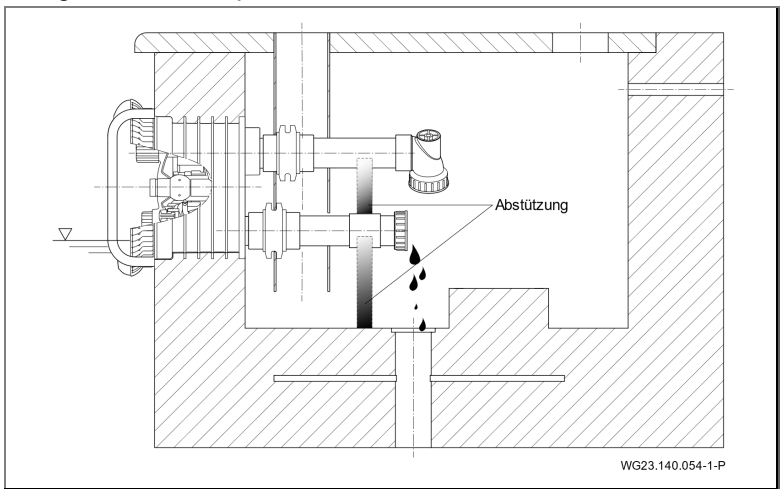

Abb. 28
- 3. Saug- und Druckleitung durch Abstützung entlasten. Siehe "Abb. 28".